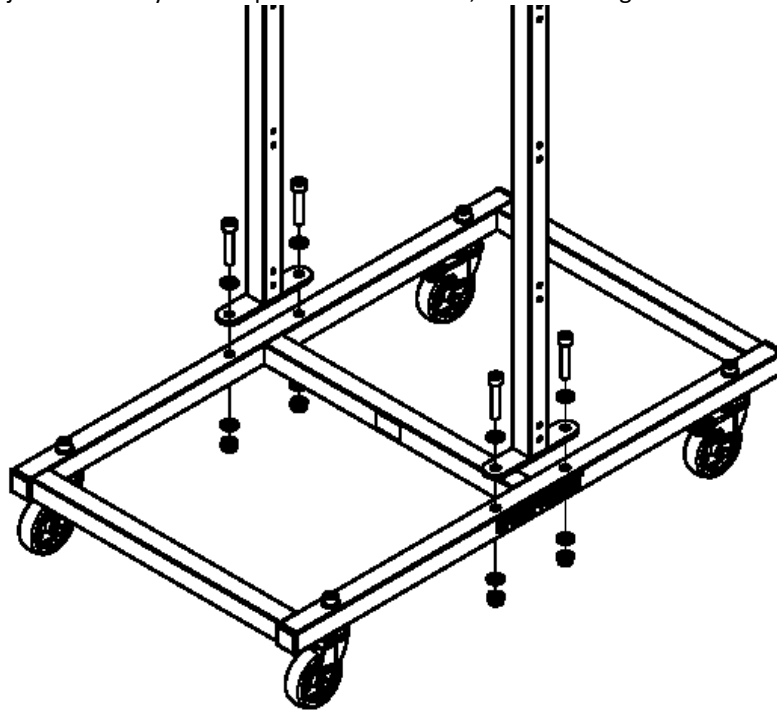

Abb. 3: Montage der Säulen
- Anschließend montieren Sie die beiden Säulen am Bodenrahmen (s. Abb. 3).